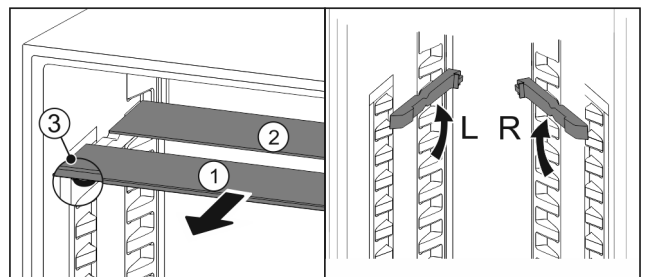

Fig. 91
- ▶ Sortir les tablettes par l'avant *Fig. 91 (1)*.
- ▷ La tablette en verre *Fig. 91 (1)* avec bordure décorative est située à l'avant.
- ▷ Les butées *Fig. 91 (3)* sont orientées vers le bas.